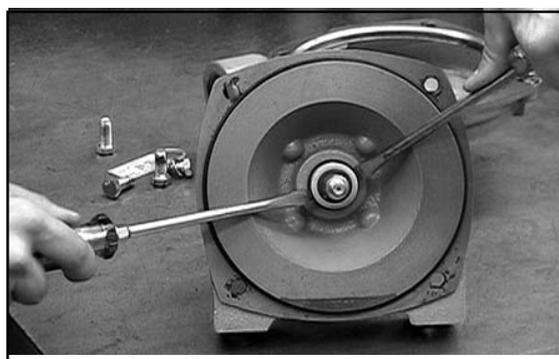

Рис.8
1. Немного смажьте вал, чтобы было легче снять уплотнение. Используя 2 отвертки друг напротив друга, снимите вращающуюся часть уплотнения с вала (рис. 8).